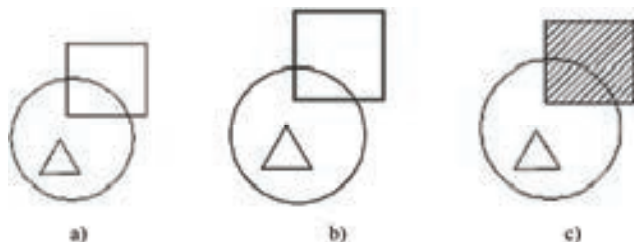

图 3-73 选取边界对象
(2) 选择边界对象 指定基于选定对象的图案填充边界。使用该选项时，不会自动检测内部对象，必须选择选定边界内的对象，以按照当前孤岛检测样式填充这些对象，如图 3-73 所示。